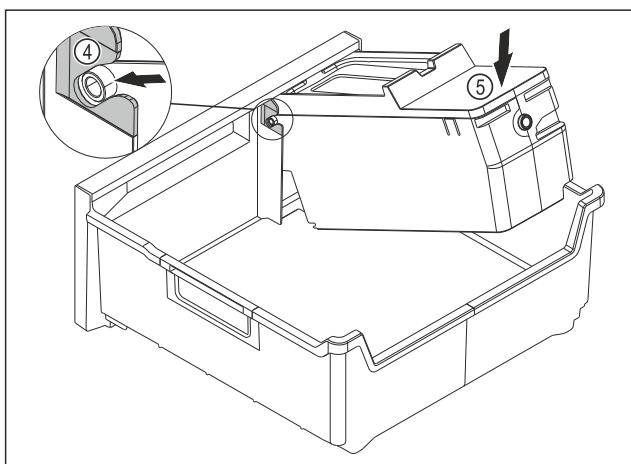

Fig. 140
- ▶ Montáž korpusu EasyTwist-Ice: Osi korpusu EasyTwist-Ice zasunúte do vedení Fig. 140 (4).
- ▶ Zatlačte korpus EasyTwist-Ice Fig. 140 (5) zozadu smerom nadol.